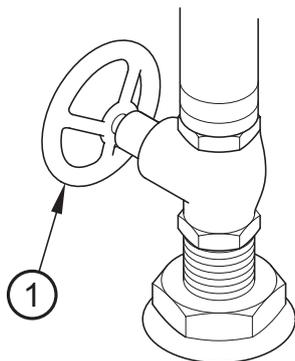

Abbildung 6
1. Stellen Sie sicher, dass das Seeventil geschlossen ist (Abbildung 6, Nummer 1 zeigt ein typisches Beispiel).